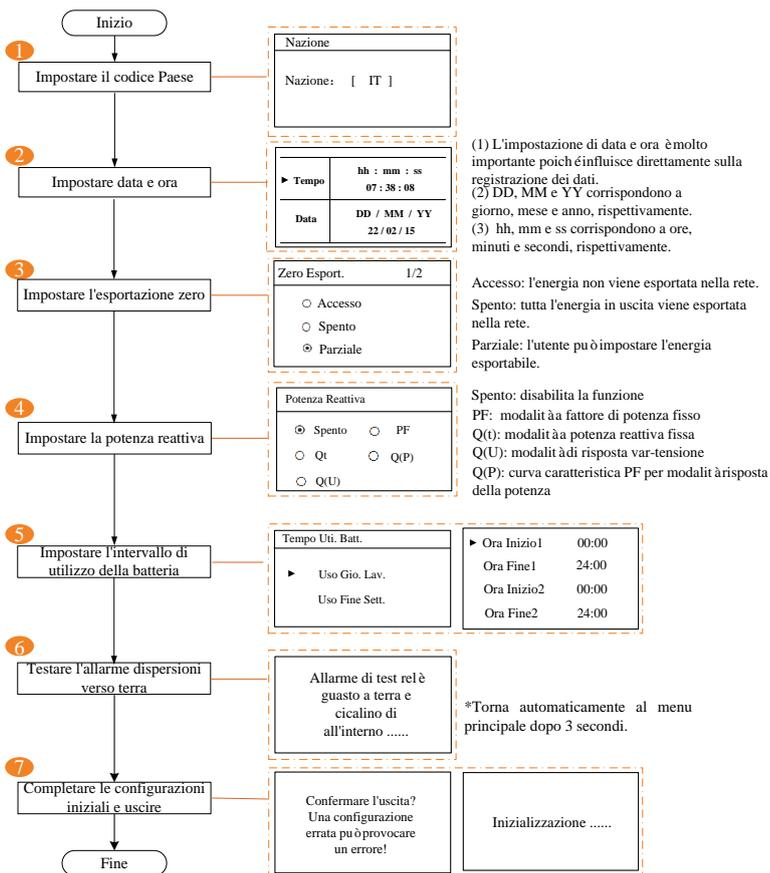

Fig. 7-2 Procedura di impostazione iniziale
- Fare riferimento alla 0 per informazioni sulle operazioni dei pulsanti e su come definire le impostazioni iniziali in base alla procedura riportata nella **Fig. 7-2**.